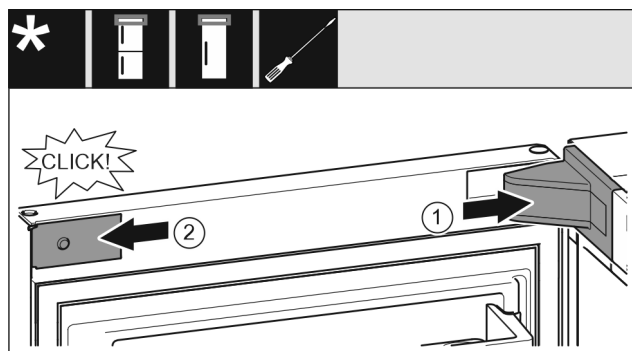

Fig. 65
- ▶ Așezați capacul suportului de lagăr Fig. 65 (1) și fixați în poziție, după caz, despărțiți cu precauție prin apăsare.
- ▶ Aplicați în lateral și fixați în poziție masca Fig. 65 (2).